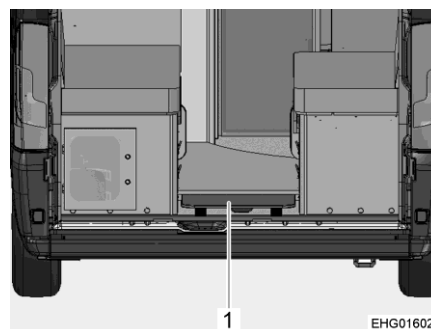

Fig. 42 Mesa plegable asegurada bajo el pedestal
- Deslizar la mesa plegable (Fig. 42,1) en el compartimento de almacenamiento situado debajo del pedestal.